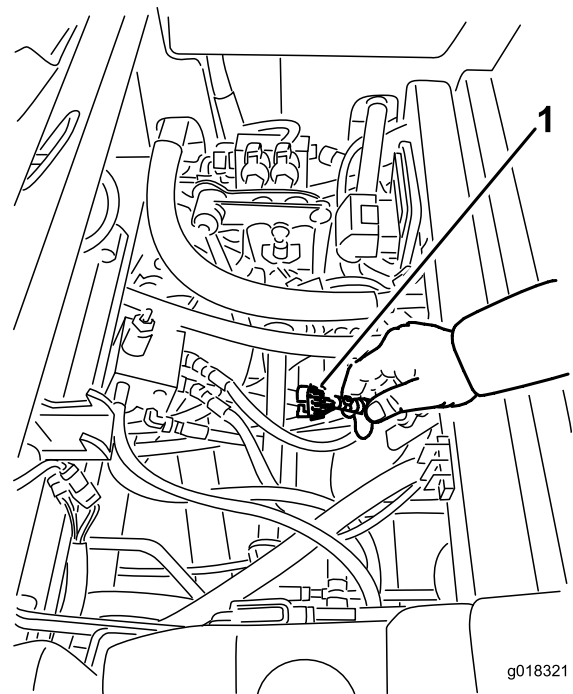

Bild 40
3. Machen Sie den Kabelbaum und die Stecker in der Nähe des Steuergeräts ausfindig (Bild 40).